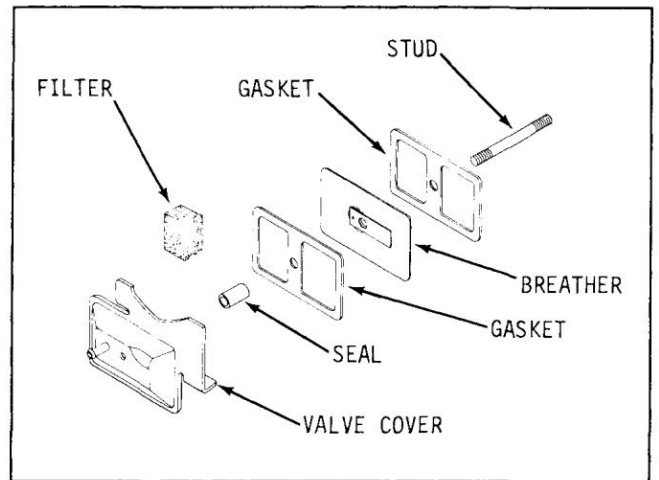

Figure 12-45. Ensemble de reniflard K181.
1. Installez le goujon, le joint, la plaque de reniflard, le clapet, la butée de clapet, le joint et le filtre. Les illustrations ci-jointes montrent l'ordre correct d'assemblage pour deux types d'ensembles de reniflard. Assurez-vous que le clapet à clapet est installé correctement et que le trou de vidange d'huile sur la plaque de reniflard est en bas. Reportez-vous aux figures 12-45 et 12-46.